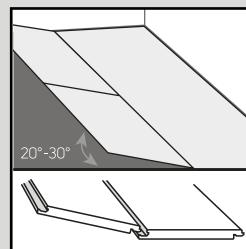
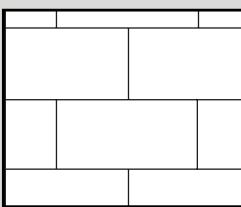
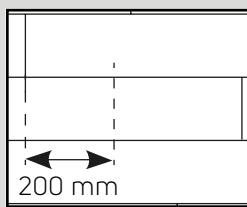

Fig. 3
Fig. 3a
Fig. 3b
- Empiece la segunda fila embonando la lengüeta en la ranura, sujetando el tablón en un ángulo aproximadamente de 30° y empuje el tablón/azulejo con firmeza en la ranura de la primera fila. Instale el siguiente tablón/azulejo embonando la lengüeta y la ranura a lo largo del borde corto. Junte la lengüeta y la ranura en el lado largo. Facilite la unión de la lengüeta y la ranura en el lado más largo inclinando angularmente el tablón/azulejo entre sí (Fig. 3). Los azulejos y los tablones deben ser instalados en "intervalos", de manera que las cuatro esquinas nunca se encuentren (Fig. 3a y Fig. 3b).